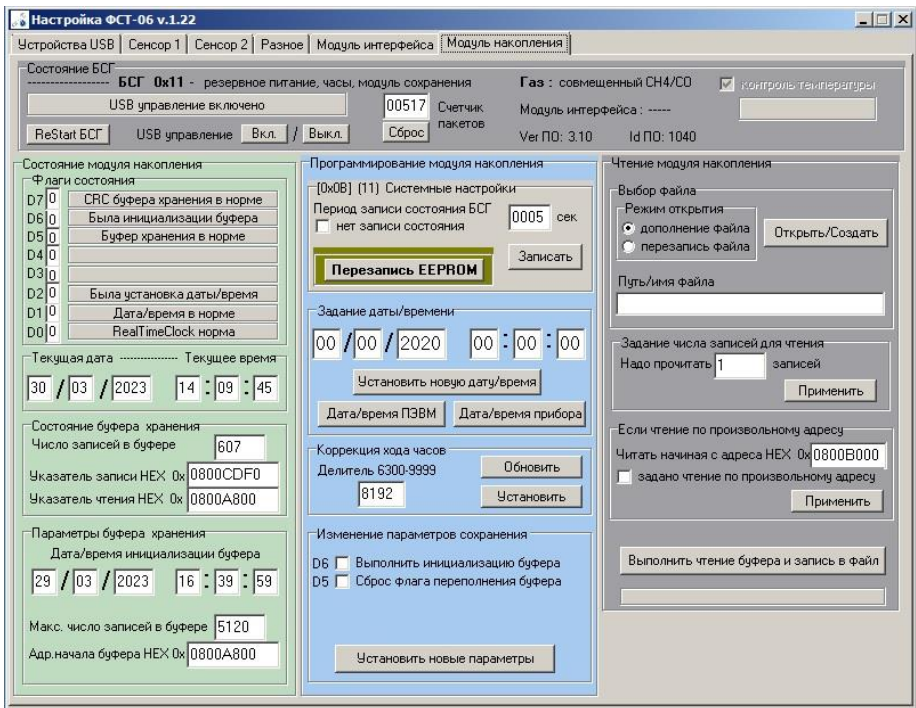

Рисунок. 8.7 Вид окна программы Модуль накопления
8.8. Вид окна при настройке БСГ закладка Модуль накопления показан на рис. 8.7. Модуль накопления и часы реального времени реализованы только в БСГ ФСТ-06.1. Память сохранения данных реализована в виде циклического буфера на определенное число записей. Если число записей превышает размер буфера, новые записи начинают затирать старые и устанавливается флаг Переполнение буфера.